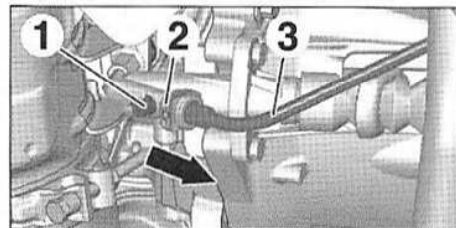

FIG.22
- le capuchon du purgeur (1) (Fig.22).
- Accoupler un tuyau transparent sur l'orifice de purge (1).